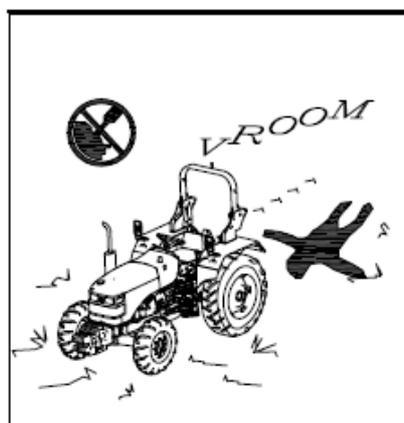

Fig. 2-11
**PERIGO:** Ligue o motor, com a chave de ignição, apenas a partir do assento do operador. Nunca tente ligar o motor por curto-circuito nos terminais de arranque. Isto pode causar sérios danos ou a morte a quem se encontrar perto do tractor (fig. 2-11).